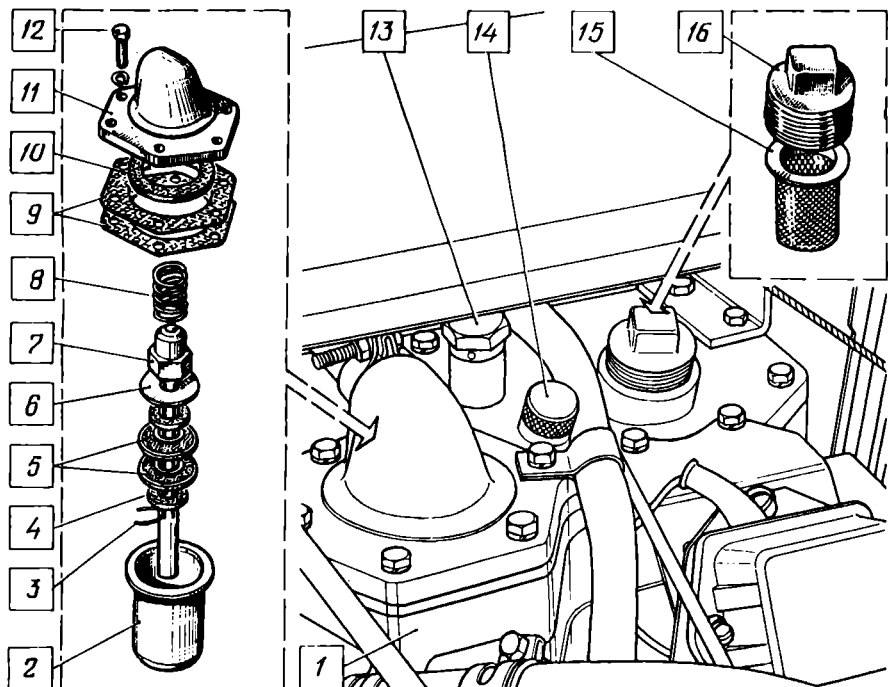

Рис. 64. Промывка масляного фильтра гидронавесной системы:
- в) отверните болты, крепящие крышку 11 (рис. 64) фильтра;